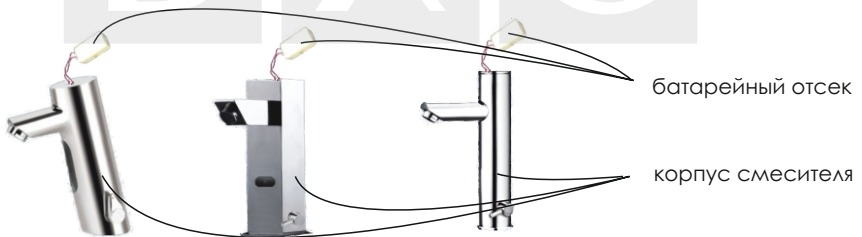

Рисунок 3
1. Для установки батареек откройте крышку расположенную на верхней части корпуса смесителя и достаньте батарейный отсек (Рисунок 3).